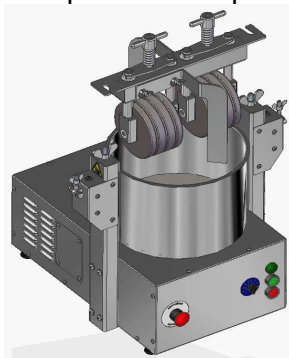

Рис. 4
7.1.5. Установите на меланжер траверсу с жерновов и скребки, зафиксировав их гайками (рис. 4).